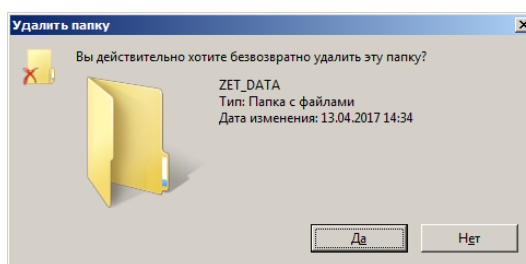

Рис. 2.13 Окно «Удалить папку»
- в открывшемся окне «Удалить папку» (Рис. 2.13) подтвердить удаление активировав кнопку «Да», после чего память виброметра будет полностью очищена;